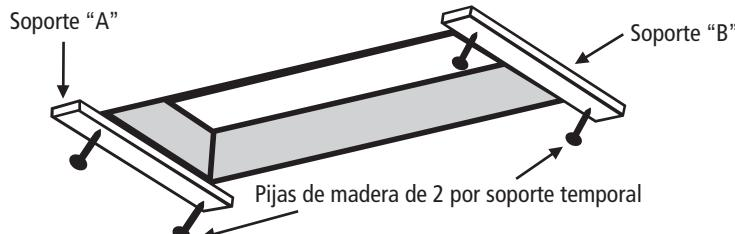
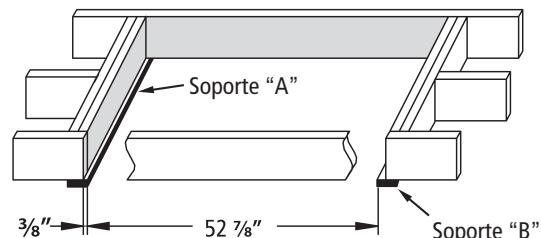

FIGURA 4
FIGURA 5: Vista desde arriba
- 10. (2) placas de apoyo 1" x 4" x 32"
A. Añada soportes temporales "A" y "B" con piñas de 2 ½" como se muestra en la Figura 4. El soporte "A" debe estar situado en el extremo, donde se ubica la bisagra de la puerta de la escalera. El borde del soporte "A" deberá extenderse $\frac{3}{8}$ " dentro de la abertura como se muestra en la Figura 5. Asegúrese de que ambas piñas penetren el cabezal por encima del techo.
B. Mida desde el borde interior del soporte "A", positione y asegure el borde interior del soporte "B" a $52\frac{7}{8}$ "(Figura 5). Asegúrese de que ambas piñas penetren el cabezal por encima del techo.